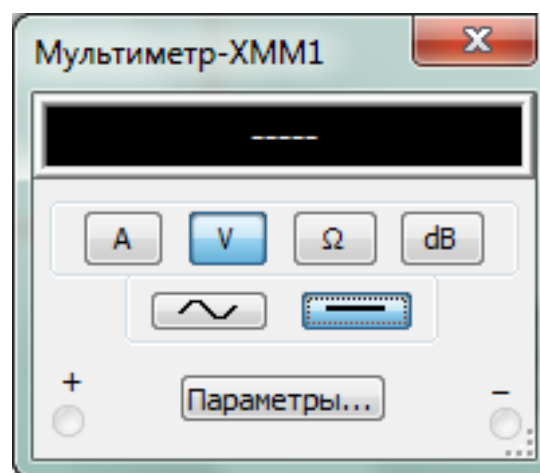

Рис. 1.14. Передняя панель мультиметра
При построении схем иконка прибора курсором переносится на рабочее поле и подключается проводниками к исследуемой схеме. Для приведения прибора в рабочее (развернутое) состояние необходимо дважды щелкнуть курсором по его иконке уже размещенной на рабочем поле. Появляется изображение передней панели прибора (на рис. 1.14 – передняя панель мультиметра).
**Мультиметр.** На передней панели мультиметра (рис. 1.14) расположен дисплей для отображения результатов измерения, клеммы («–» и «+») для подключения к схеме и кнопки управления: